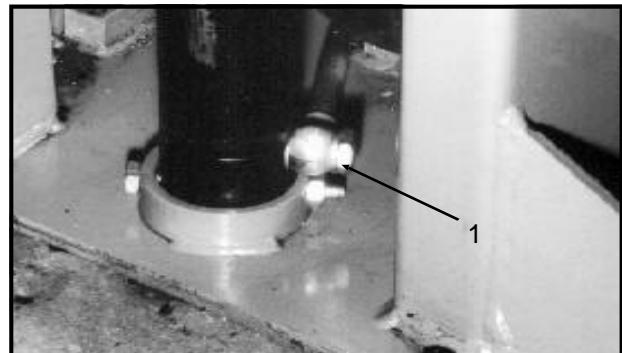

Fig.17
- nel caso dove se verifica un improvvisa perdita nel circuito idraulico (es.: rotura di un tubo), interviene la valvola di bloccaggio posta nella parte inferiore dei cilindri (rif.1 Fig.17).
- In case of a sudden, great leakage in the hydraulic circuit (a broken pipe), the blocking valves, at the bottom of each cylinder, will trip (ref.1, fig.17).